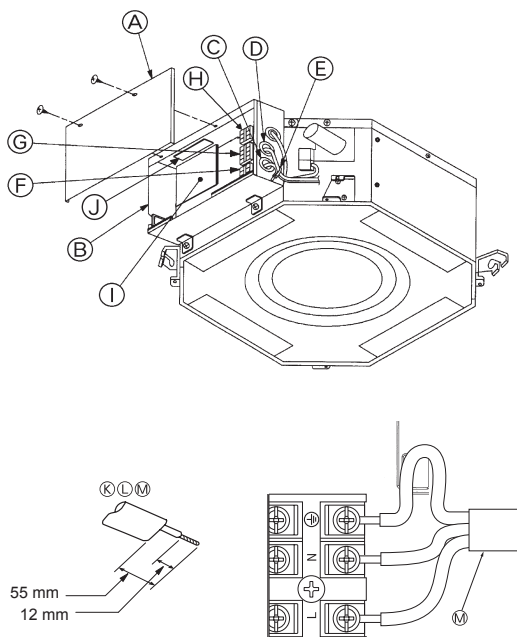

Fig. 4-1
4.1. Appareil intérieure (Fig. 4-1)